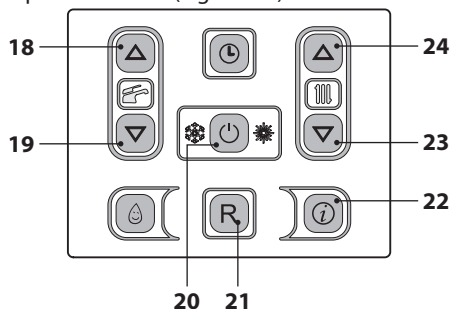
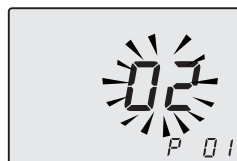
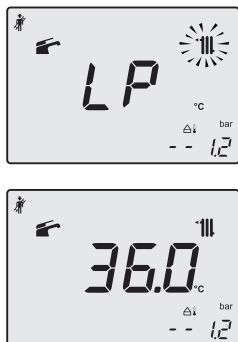

Figura 7.2
Figura 7.3
Figura 7.7
- Entrare in "modalità programmazione" premendo contemporaneamente per 10 secondi i tasti 20 - 23 - 24 (Figura 7.2) fino a far apparire sul display LCD le lettere **P01** e il valore del parametro, indicanti l'entrata nel "parametro 01" (Figura 7.3).
- Premere contemporaneamente i tasti 23 e 24 (Figura 7.2) per entrare nella funzione "spazzacamino attivo alla potenza minima in sanitario". Sul display appare **LP** alternato
- Utilizzare i tasti 23 o 24 (Figura 7.2) fino a
- Premere il tasto 23 (Figura 7.2) fino a portarsi allo stato **LP** (spazzacamino attivo in minimo sanitario) sul display appare **LP** alternato alla temperatura dello scambiatore primario caldaia. (Figura 7.7).
- Spegnerne la caldaia tenendo premuto per 2 secondi il tasto 20 (Figura 7.2) fino a far apparire sul display LCD il simbolo - - - - (Figura 7.8).